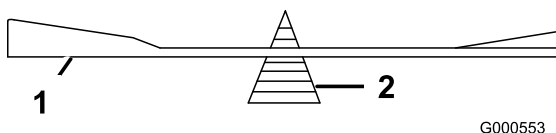

Figura 66
2. Verificai echilibrul lamei aezând-o pe dispozitivul de echilibrare a lamei (Figura 66).